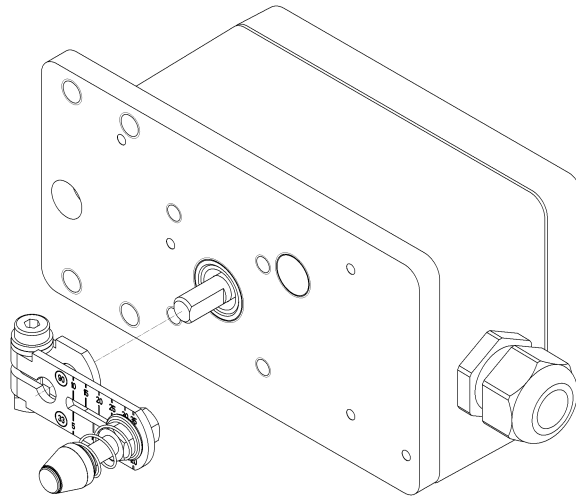

Abb. 5: Montage Hebel an Signalbox
1. Abb. 5: Am vormontierten Hebel (2) den Stift (1) auf den am Antrieb angegebene Wert des Hubbereiches oder, wenn dieser nicht als Skalierungswert vorhanden ist, den nächst größeren Skalierungswert einstellen. Bei Unsicherheit bezüglich des tatsächlichen Antriebshubes (pneumatische Stellantriebe verfügen häufig über eine Stellwegreserve) sollte grundsätzlich der nächst größere Skalierungswert gewählt werden. Die Stiftmitte muss auf dem Skalierungsstrich auf dem Hebel (2) stehen.